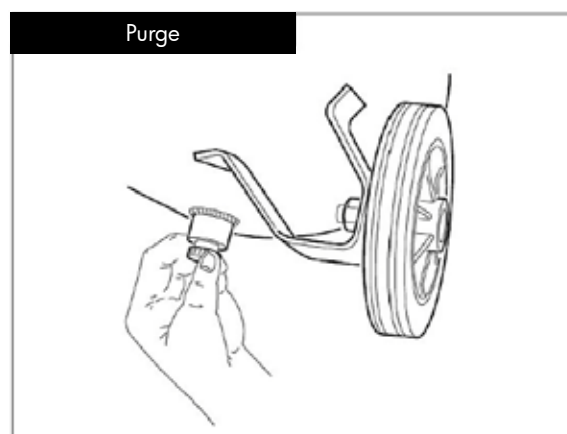

Fig. 15 Purge
4. Évacuez l'eau de condensation en ouvrant la soupape dans le bas de la cuve (figure 7, 7 et figure 15). Ne fermez la soupape que lorsqu'il n'y a plus d'eau qui coule. Portez des gants pour effectuer ce travail. Pour recueillir l'eau de condensation, utilisez un récipient peu profond.